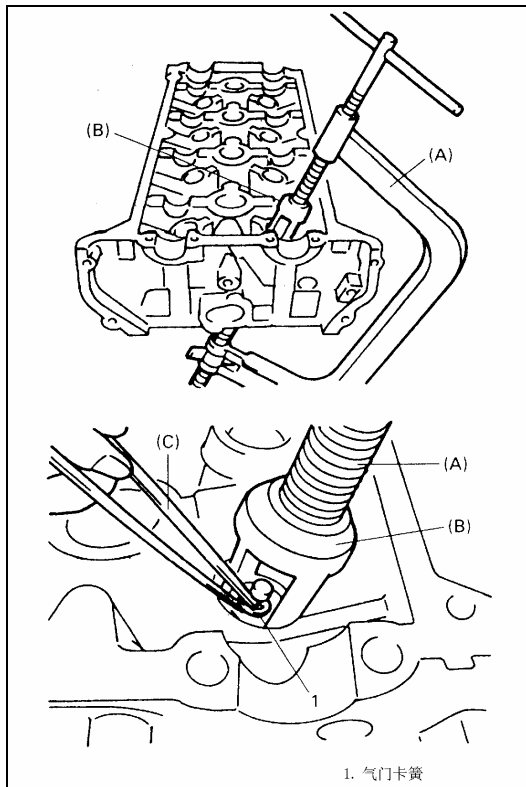

Рис. 4-55.
- 3). Прижать клапанные пружины с помощью специального инструмента, после чего вынуть клапанные втулки с помощью специального инструмента (пассатижи), Рис. 4-55.